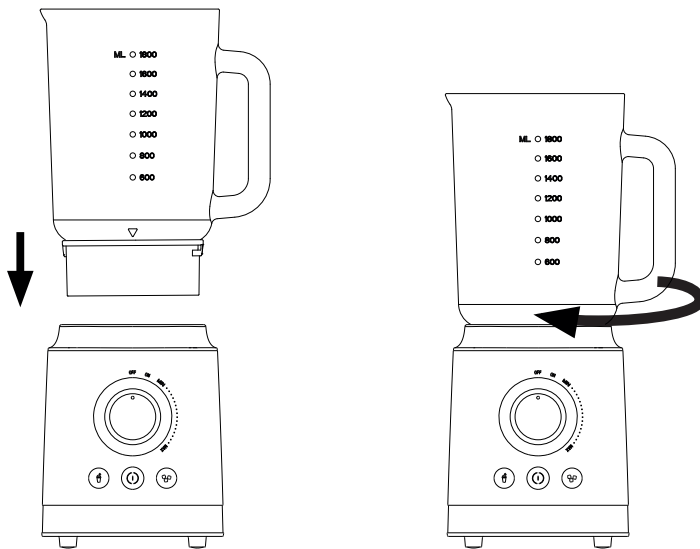

Fig.3
- Afloje el aro de fijación de las cuchillas girándolo en sentido contrario a las agujas de reloj. (Fig.3)